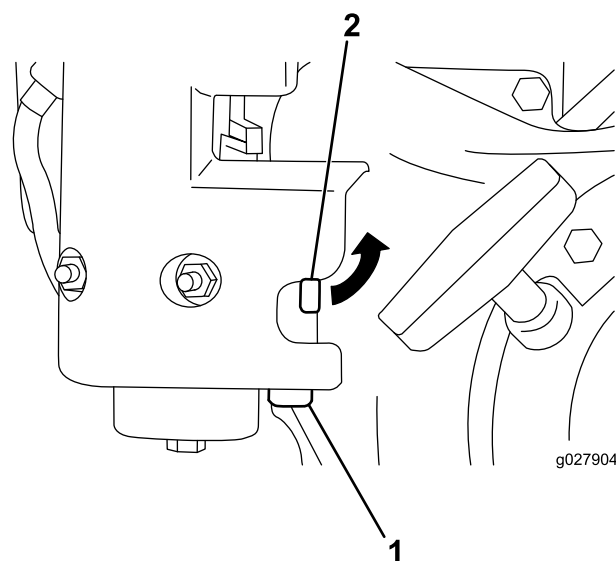

Figura 29
1. Feche a válvula de bloqueio do combustível e desaperte o depósito de sedimentos do corpo do carburador (Figura 29).